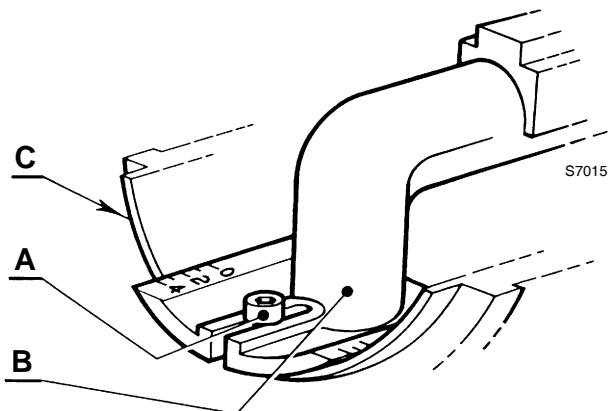

图 11
- 拧松螺丝 A) (图 11), 移动弯头 B) 使之与连接器 (C) 的端面对齐到设定的刻度。